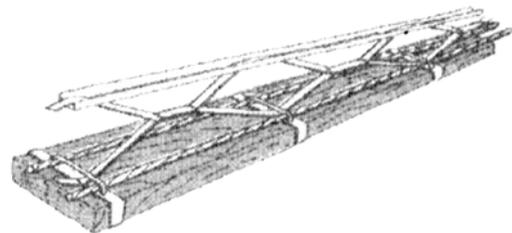

fig. 2
- soit fixée sur un socle en bois (fig. 2).